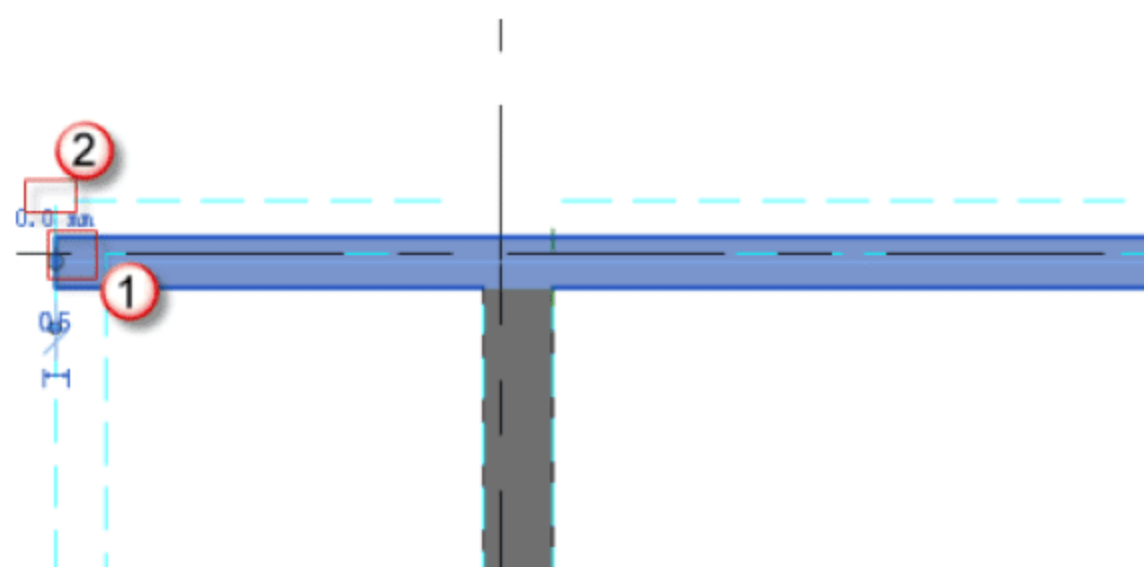
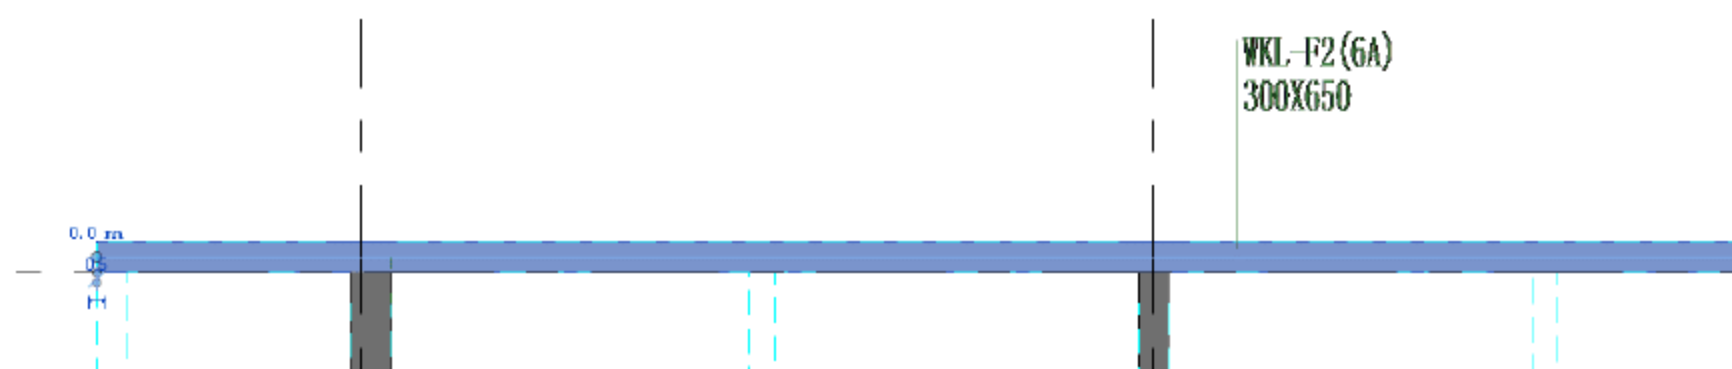

图 5.1.13 调整 WKL-F2 位置
图 5.1.14 WKL-F2 完成图
(8) 绘制 WKL-F2。按快捷键 B+M (绘制梁命令), 在“属性”面板中选择“混凝土-矩形梁”梁类型, 选择 WKL-F2 梁, 如图 5.1.13 所示, 将 WKL-F2 从①位置移动到②位置。移动完成后如图 5.1.14 所示。